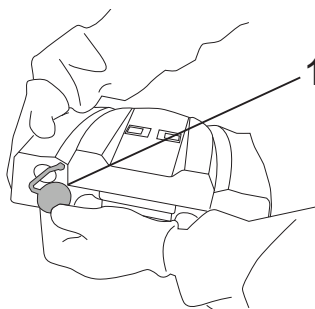

Fig.26
- Togliere il tappo dal serbatoio di recupero (Fig.26-Rif.1).